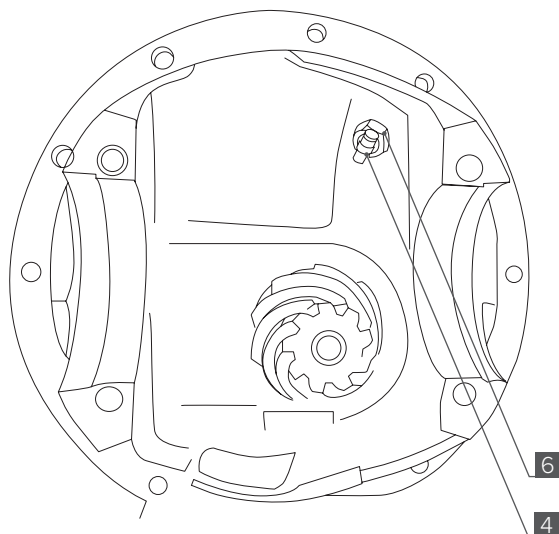

Рис. 3
2. Установите штуцер ввода воздуха в полученное отверстие в картере моста, с внутренней части картера штуцер [7] закрепите гайкой [6] (Рис. 3). Вкрутите фитинг угловой [4].